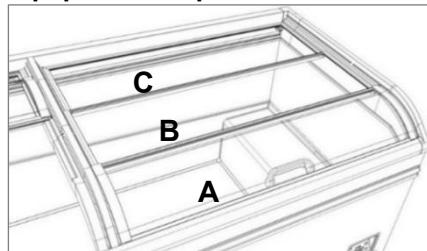
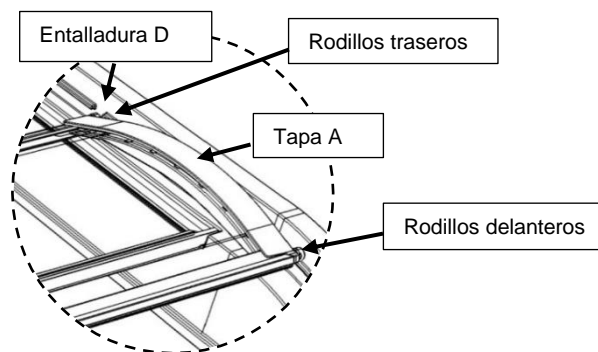

Fig.7: Tapa de vidrio Pushback (de 3 piezas)
Fig.8: Detalle de la tapa de vidrio Pushback
1. Empujar hacia atrás la tapa delantera A (véase la → Fig.7) con el mango hasta la entalladura D (véase la → Fig.8).
3. Si existe, extraer la tapa central B (véase la → Fig.7).
4. Sacar la tapa trasera C (véase la → Fig.7).
1. Colocar la tapa trasera C (véase la → Fig.7).
2. Colocar la tapa central B (véase la → Fig.7) y desplazar hacia adelante aprox. 5 cm sobre la entalladura D (véase la → Fig.8).
3. Colocar la tapa A con rodillos traseros en la entalladura D (véase la → Fig.7/8).